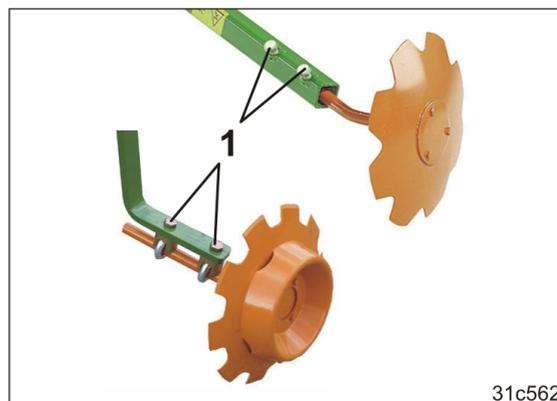

Рис. 170
4.3 Отверните 2 винта (Рис. 170/1).
4.6 Затяните винты (Рис. 170/1).